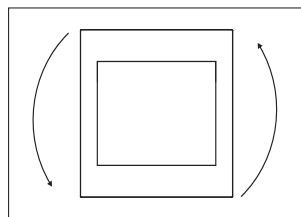

Рис. 5
3. Снимите дверцу и поверните её на 180° (рис. 5).